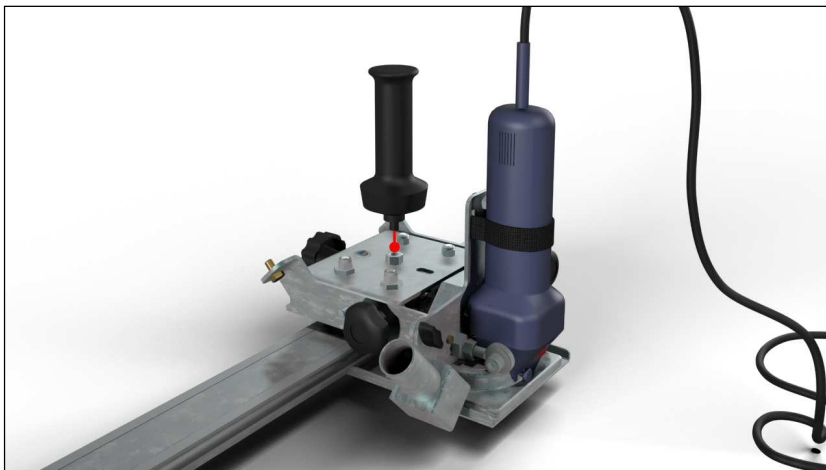

Fig. 6.4.10 Molette de blocage du réglage millimétrique.
- Une fois le réglage millimétrique défini, bloquer la position désirée avec la molette (voir figure 6.4.10)